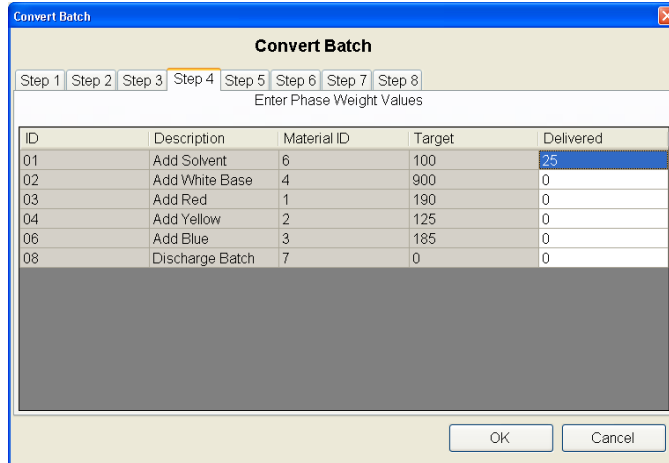
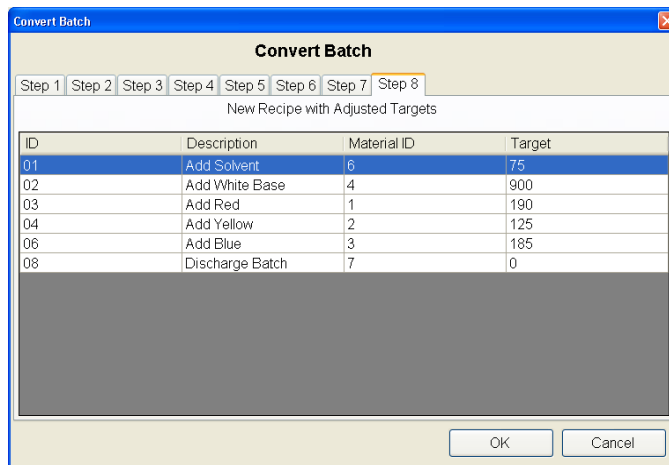

Figura 12-13: : Ajuste de las cantidades entregadas
Figura 12-14: Pesos objetivo calculados nuevamente
- La Figura 12-13 muestra la siguiente pantalla en la que se puede ajustar el peso objetivo para cada material. En este ejemplo, ingrese un peso entregado para Solvente de 25 kg, puesto que la báscula ya contiene los 25 kg que deseamos usar como parte del material solvente. Ajuste todos los demás materiales en 0 kg, ya que no hemos ejecutado este lote y no hay otros materiales en la báscula.
- Haga clic en **OK**. La función Convertir lote vuelve a calcular el peso objetivo para la receta con base en los datos ingresados en la Figura 12-13. Aparecen los nuevos valores objetivo, como se muestran en la Figura 12-14. Es importante revisar esta pantalla para asegurar que los nuevos pesos objetivo sean correctos antes de proceder.
- Observe que cuando seleccione **OK** en la pantalla que se muestra en la Figura 12-14, el sistema creará automáticamente una copia de la receta con todos los cambios de la conversión aplicados. Esta receta puede identificarse